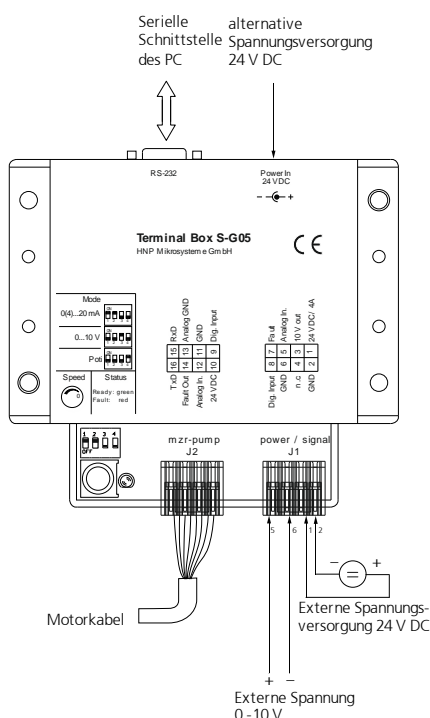

Bild 15
4. Schließen Sie externe Spannung 0-10 V an die Anschlussklemmen J1 »AnalogIn« und »GND« an das S-G05 an. (siehe Bild 15)